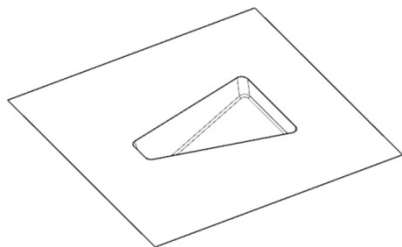

图 13-9 修剪拉伸片体
(21) 选取“菜单 | 格式 | 图层设置”命令，取消“□1”前面的“√”，隐藏实体。
(22) 选取“菜单 | 插入 | 修剪 | 修剪片体”，选取拉伸曲面为目标片体，抽取曲面为工具片体，修剪拉伸片体，如图 13-9 所示。